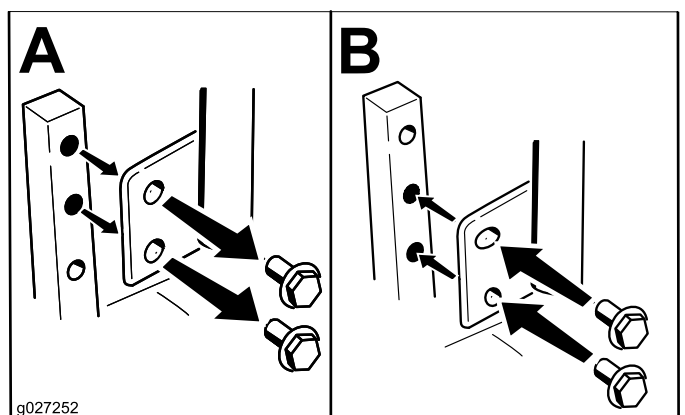

Figure 16
2. Desserrez le boulon inférieur jusqu'à ce qu'il soit possible de faire pivoter le levier de commande en avant ou en arrière (Figure 16).
Vous pouvez ajuster la hauteur des leviers de commande de déplacement en fonction de votre taille (Figure 16).